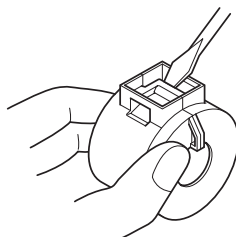

Fig. 3-1
■ Le tore de ferrite est généralement livré ouvert comme indiqué à la Fig. 3-2. Si un tore de ferrite n'est pas ouvert, utiliser un objet pointu pour forcer le verrouillage en plastique du tore de ferrite (Fig. 3-1). Lorsque c'est le cas, prendre soin de ne pas endommager le tore de ferrite ni le verrouillage en plastique.